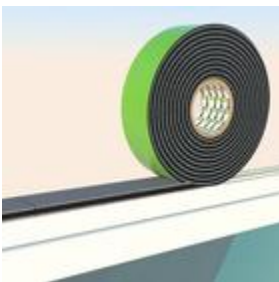

Bild 1 Bandpositionierung
- Das überkomprimierte Anfangsstück, ca. 2cm, abschneiden und das Band mithilfe der Selbstklebung aufkleben (siehe Bild 1).